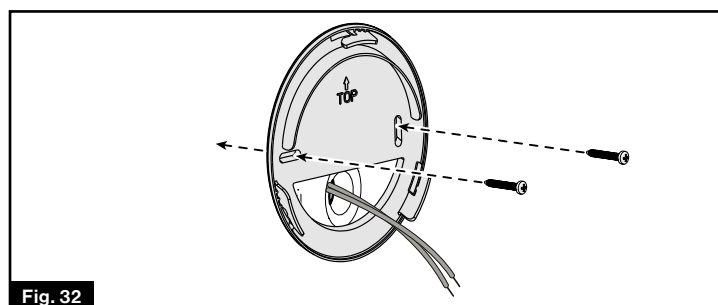

Fig. 32
1. Installez le couvercle arrière de la commande murale par-dessus le trou de $\frac{3}{4}$ po. Assurez-vous que la flèche est orientée vers le haut. Fixez le couvercle arrière au mur à l'aide de deux vis à tête cylindrique #8 (min 1 po) (non fournies). (Fig. 32)